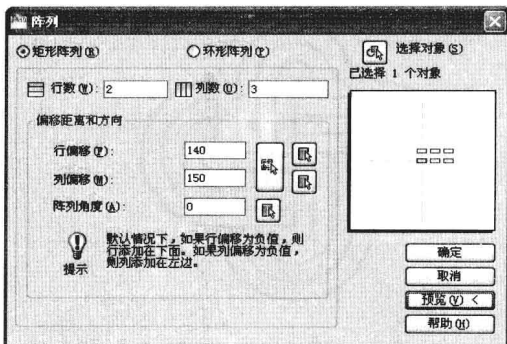

图 4-4-12
(4) 在对话框中,输入“行偏移”值为“140”,“列偏移”值为“150”,即阵列对象间垂直间距和水平间距。在对话框的预览窗口中,可以看到阵列的效果,如图4-4-12所示。